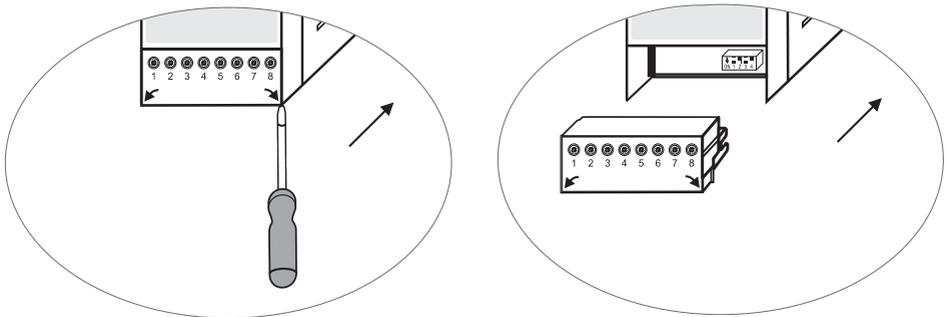

Abb. 22
- Obere und untere Klemmleiste entfernen (Abb. 22)